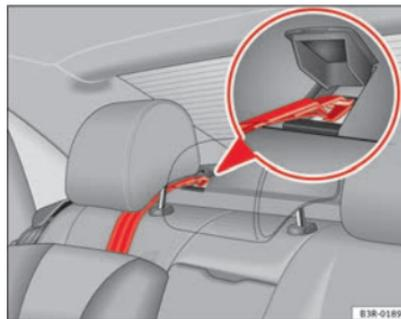

Fig. 36 Correa de sujeción: correcto ajuste y montaje
- Dirigir la correa de sujeción del Top Tether por debajo del apoyacabezas de la plaza posterior → fig. 36 (levantar el apoyacabezas si es necesario).
- Levantar la tapa del anclaje de la bandeja -ver detalle- → fig. 36.